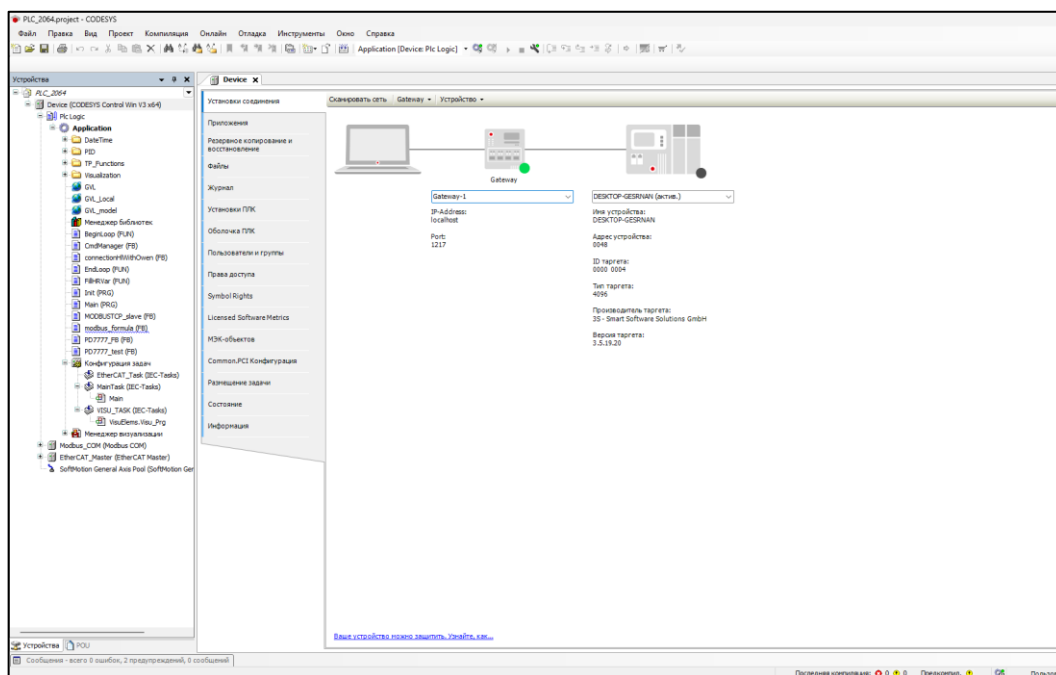

Рисунок 1 – CODESYS V3.5. Рабочий проект
1. Откройте файл рабочего проекта (рисунок 1).